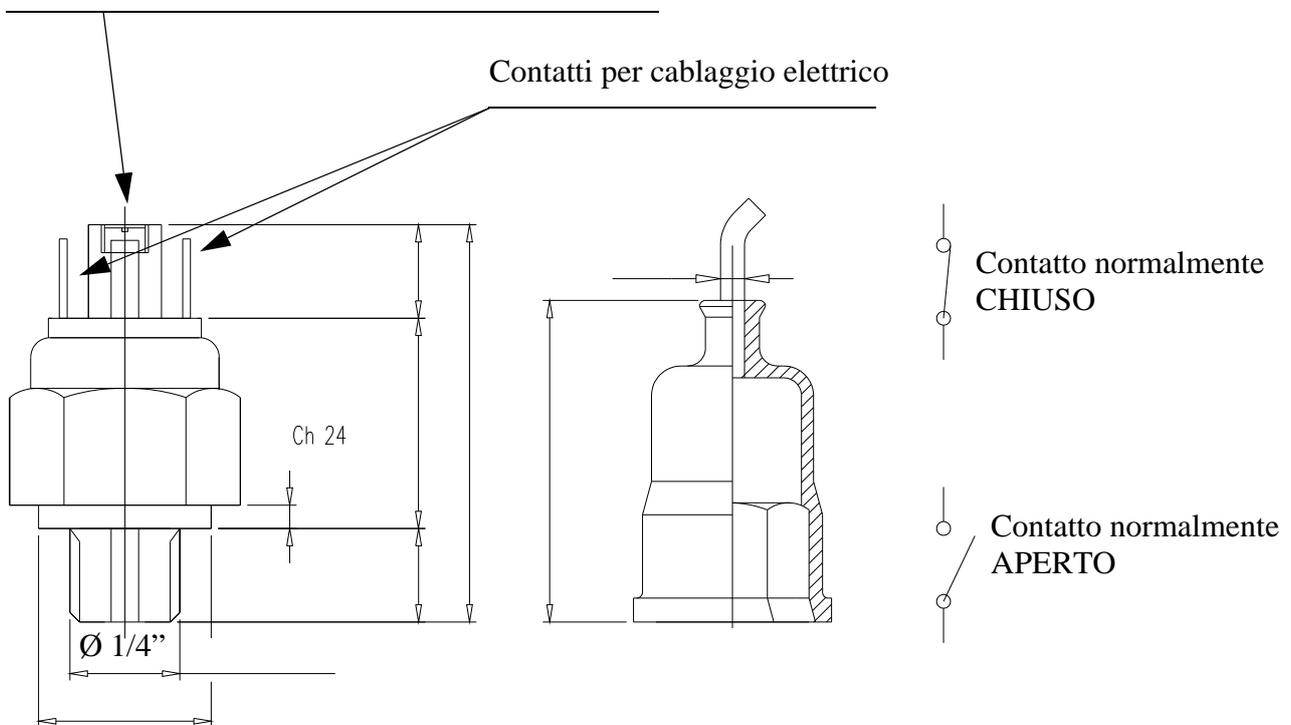

Figura 1: Pressostato e cappuccio di protezione
- Dopo essersi accertati del corretto serraggio, collegare i due connettori femmina crimpati sull'estremità del cavo ai contatti maschio sul corpo del pressostato (vedi Figura 1).